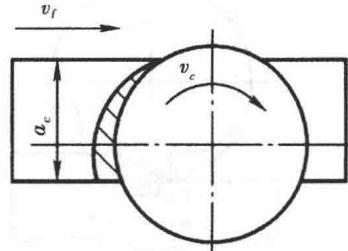

图 1-4 不对称顺铣示意
(4) 不对称顺铣（如图 1-4 所示）：铣刀以较大的铣削厚度切入工件，又以较小的厚度切出工件。虽然铣削时具有一定的冲击性，但可以避免切削刃切